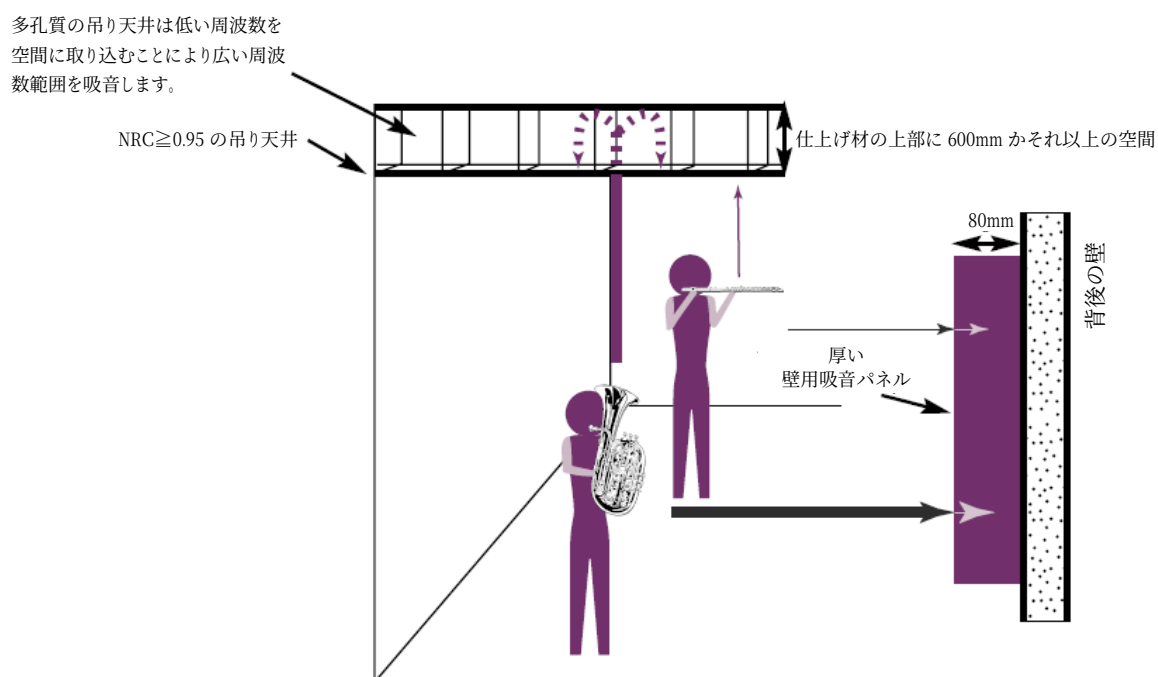

図 19
- 反射性の天井仕上げ材を音響的に吸音性能のある (NRC が 0.95 かそれ以上の) 25mm 厚のグラスウールパネル (図 19 参照) に取り替えてください。